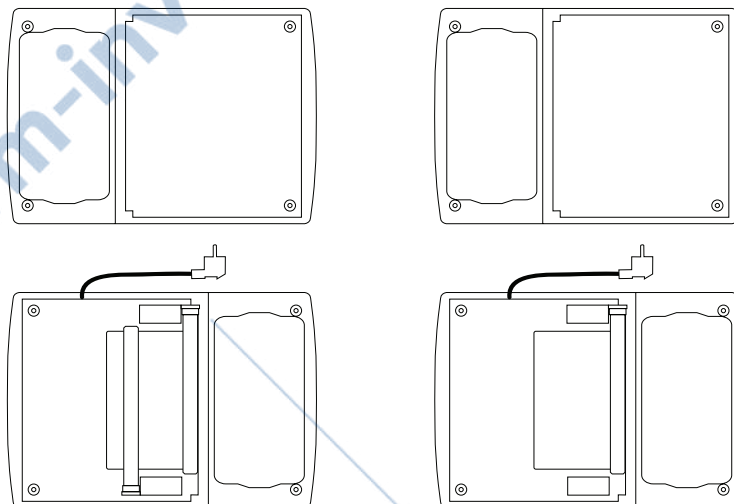

Рисунок 4
- снять эл.патроны с электродов ламп, вынуть лампы из держателей (рисунок 4);